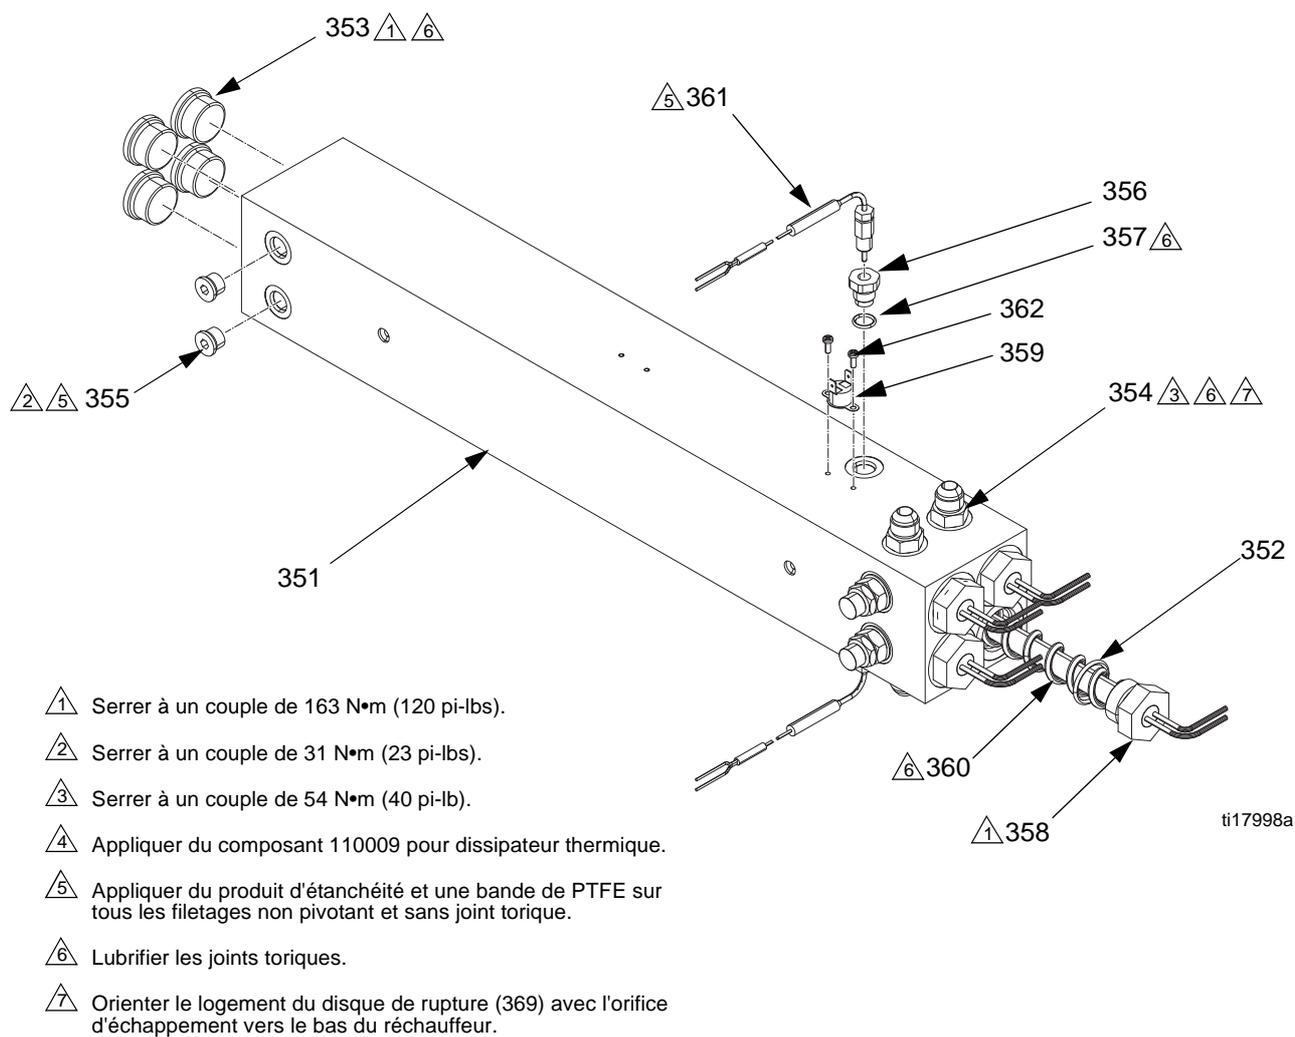

FIG. 7 : Réchauffeur double zone de 6 kW
5. Voir FIG. 7. Débrancher les fils conducteurs de l'élément du réchauffeur hors de la fiche du réchauffeur. Mesurer la résistance avec un ohmmètre.